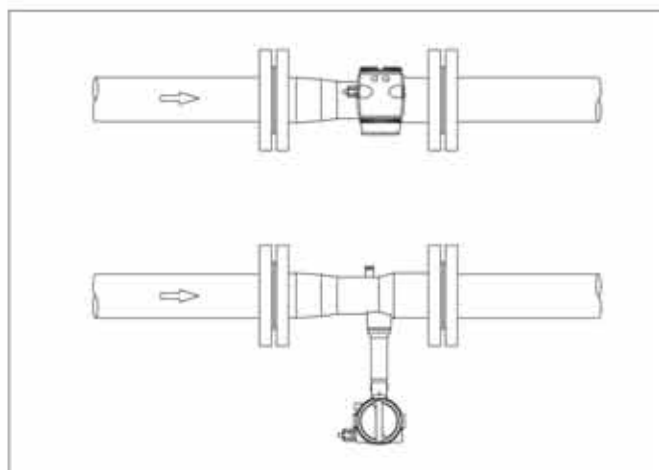

图 24: 高温介质时的安装
- 在水平安装且介质温度 $> 150^\circ\text{C}$ 时, 应采用图 24 所示的方式。